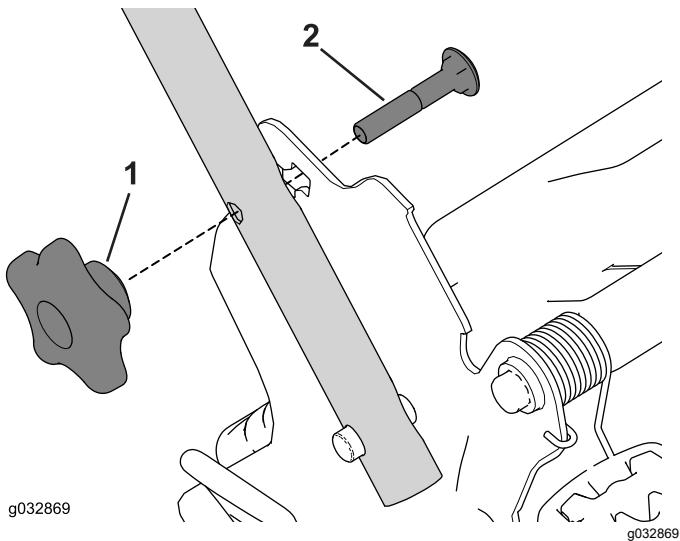

Bild 22
1. Entfernen Sie die 2 Griffhandräder sowie die 2 Schlossschrauben von den Handgriffhalterungen (Bild 22) und heben Sie sie auf.